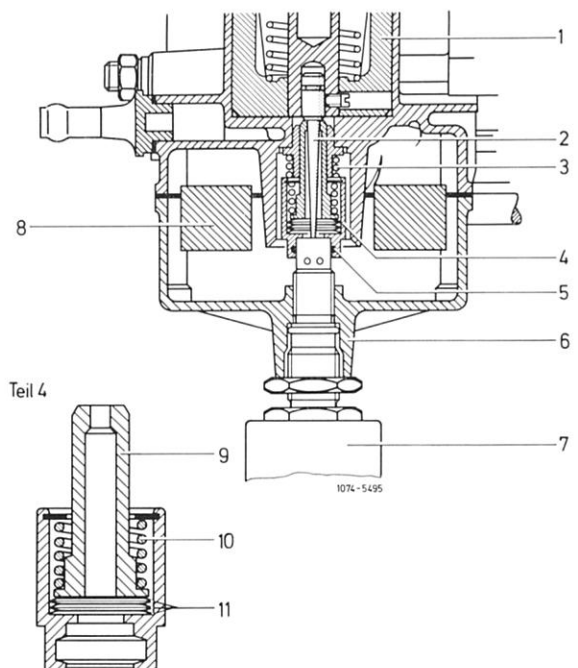

Bild 07-1/18
Durch die Bimetall-Tellerscheiben (11) wird die Nadeldüse (9) entsprechend der Kraftstofftemperatur geringfügig verstellt (Bild 07-1/18). Dadurch wird eine nahezu konstante Leerlaufkraftstoffmenge erreicht.